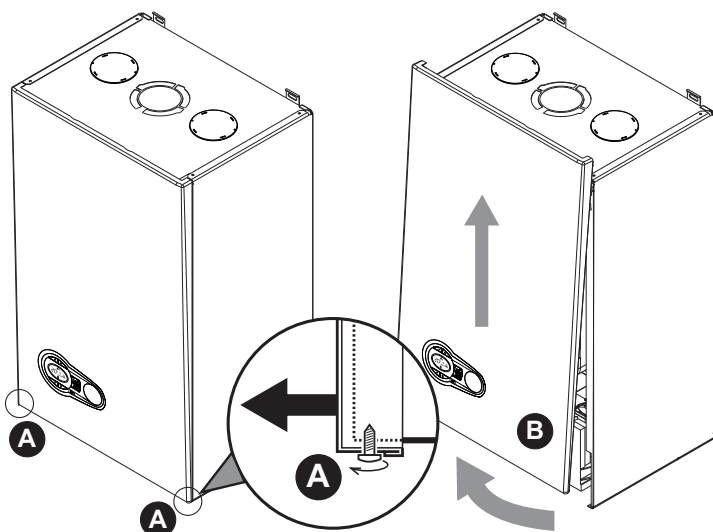

рис. 25 - Открытие передней панели
1. Отвинтите не до конца винты **A** (см. рис. 25).